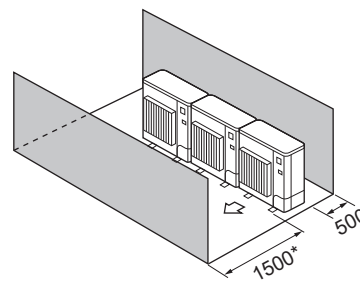

Fig. 2-16
- ④ Перешкоди лише спереду та ззаду (Fig. 2-16)